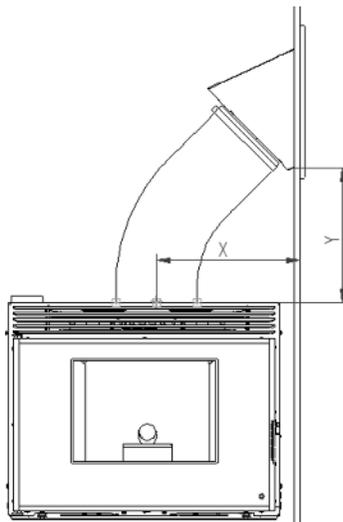

Figura 16 – Instalação equipamento
- A localização da boca de carga tem que manter uma relação tal que $Y = X \cdot 0,7$ (Figura 16). Exemplo: $X = 450 \text{ mm}$ $Y = 450 \cdot 0,7 = 315 \text{ mm}$ (mínimo). Desta forma podemos garantir que a inclinação é suficiente para que o *pellets* não fiquem presos no tubo que liga a boca de carga, com a parte superior do chassi do inserível. A boca de carga pode ser instalada em qualquer uma das paredes que formam o saco onde se instala o equipamento, tanto à direita ou à